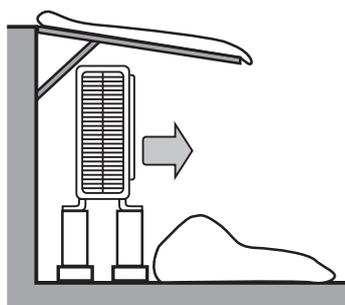

Bild 3-1 Installation Außengerät auf erhöhtem Sockel und mit Schneedach
- einen erhöhten Sockel und ein Vordach (Bild 3-1),